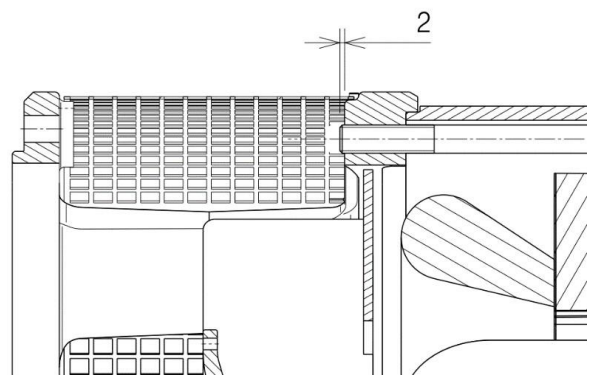

Fig. 9
2. Introduire le tirant et visser de sorte à le faire dépasser de 2 mm de l'écrou. Fig. 9